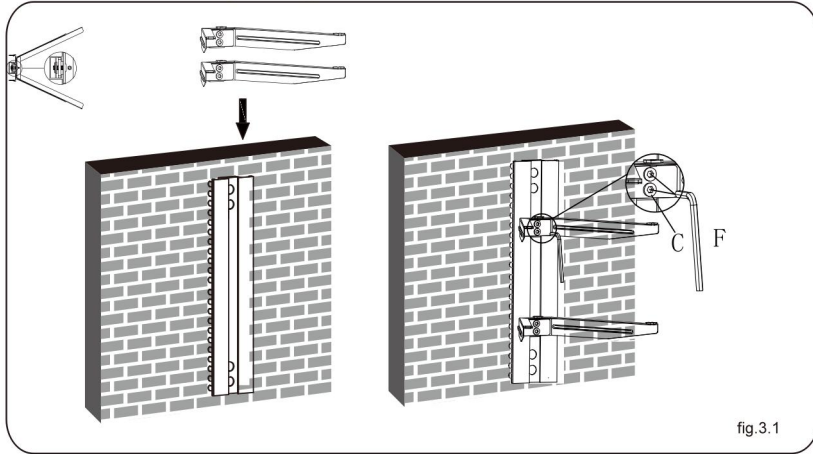

fig.3.1
- Setzen Sie die beiden Glashalter entlang der Wandplattenschiene jeweils in der gewünschten Höhe in die Wandplatte ein und ziehen Sie dann die vier Schrauben mit einem 3-mm-Inbusschlüssel fest, wie in Abb. 3.1 gezeigt.